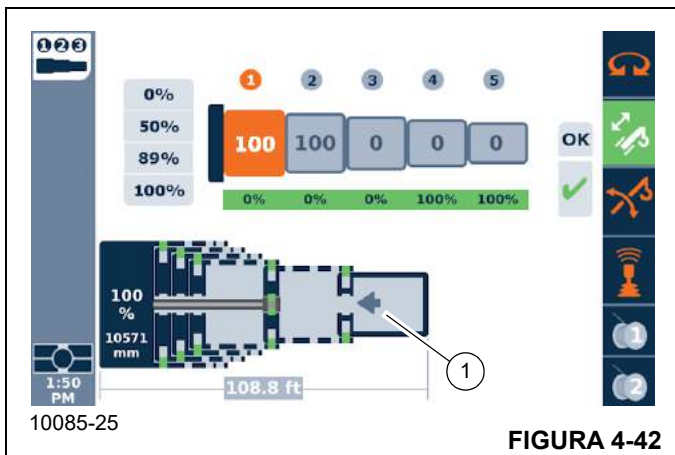

FIGURA 4-42
É importante entender que uma nova configuração da lança final solicitada ("imagem do telescópio de destino") pode exigir que a lança seja retraída primeiro. Por exemplo, se a configuração da lança final solicitada for atualmente 0-0-0-100-100 e a lança for estendida para esta configuração e então uma nova configuração da lança final solicitada (como 100-100-0-0-0) for inserida, será impossível usar a nova configuração a menos que as seções da lança existentes sejam retraídas primeiro. Quando esta condição surgir, apenas a seta de direção da função telescópica esquerda (1) será mostrada no mostrador (como visto na Figura 4-42). Quando a lança estiver totalmente retraída, então os movimentos automatizados devem prosseguir para a nova configuração. Ou seja, por exemplo, quando a T6 estiver travada em 0% (depois de usar o joystick para retrain tudo), então o cilindro telescópico poderá se mover para a seção da lança T2 ser destravada (uma vez que é a primeira seção da lança a se mover para a nova configuração da lança final de 0-0-0-100-100).